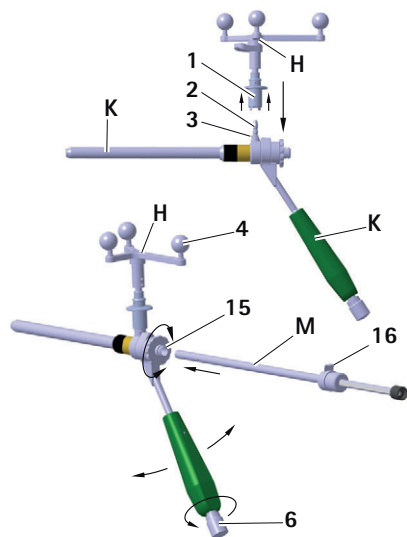

Fig. 13 Montage de l'unité en étoile Aesculap sur la douille de guidage S⁴C, mise en place du guide de perçage S⁴C
- Pour être sûr que la caméra de navigation a une vue parfaitement dégagée sur les billes marqueurs réfléchissantes, dévisser le bouton **6** sur la poignée S⁴C de la douille de guidage S⁴C naviguée **K** et tourner l'unité en étoile Aesculap **H** dans la position souhaitée, voir Fig. 13.
- Pousser la douille de forage interne **M** sur la douille interne **15**. La douille de guidage interne s'encliquète sur la douille interne et continue à pouvoir tourner, voir Fig. 13.